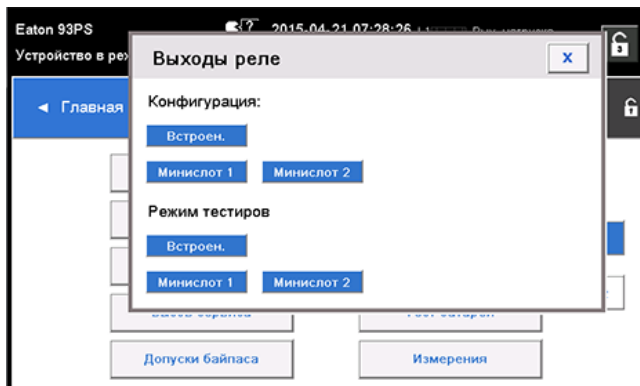

Рисунок 29. Параметры конфигурации релейных выходов
10. Для проверки реле необходимо выбрать любой из параметров в режиме тестирования (см. рисунок 29).